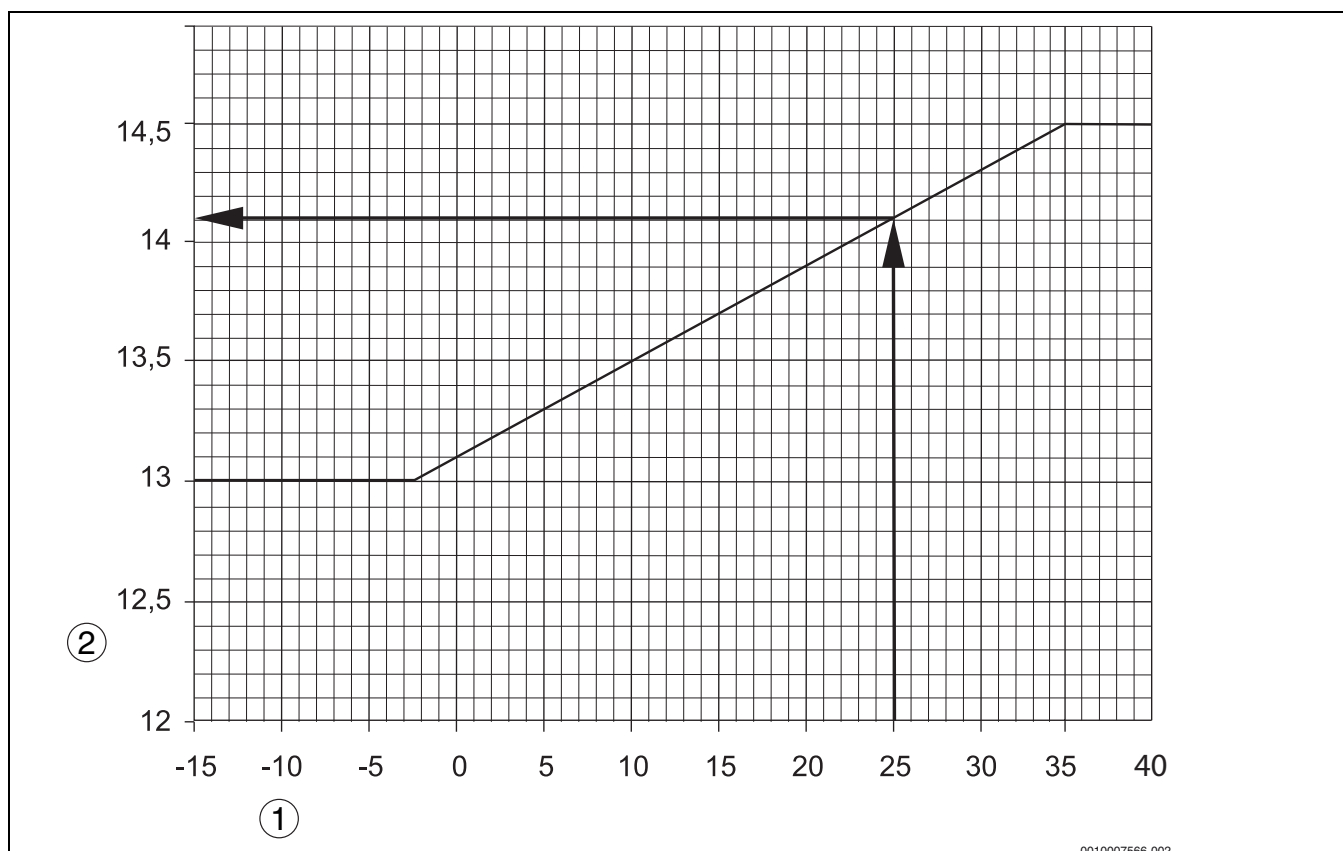
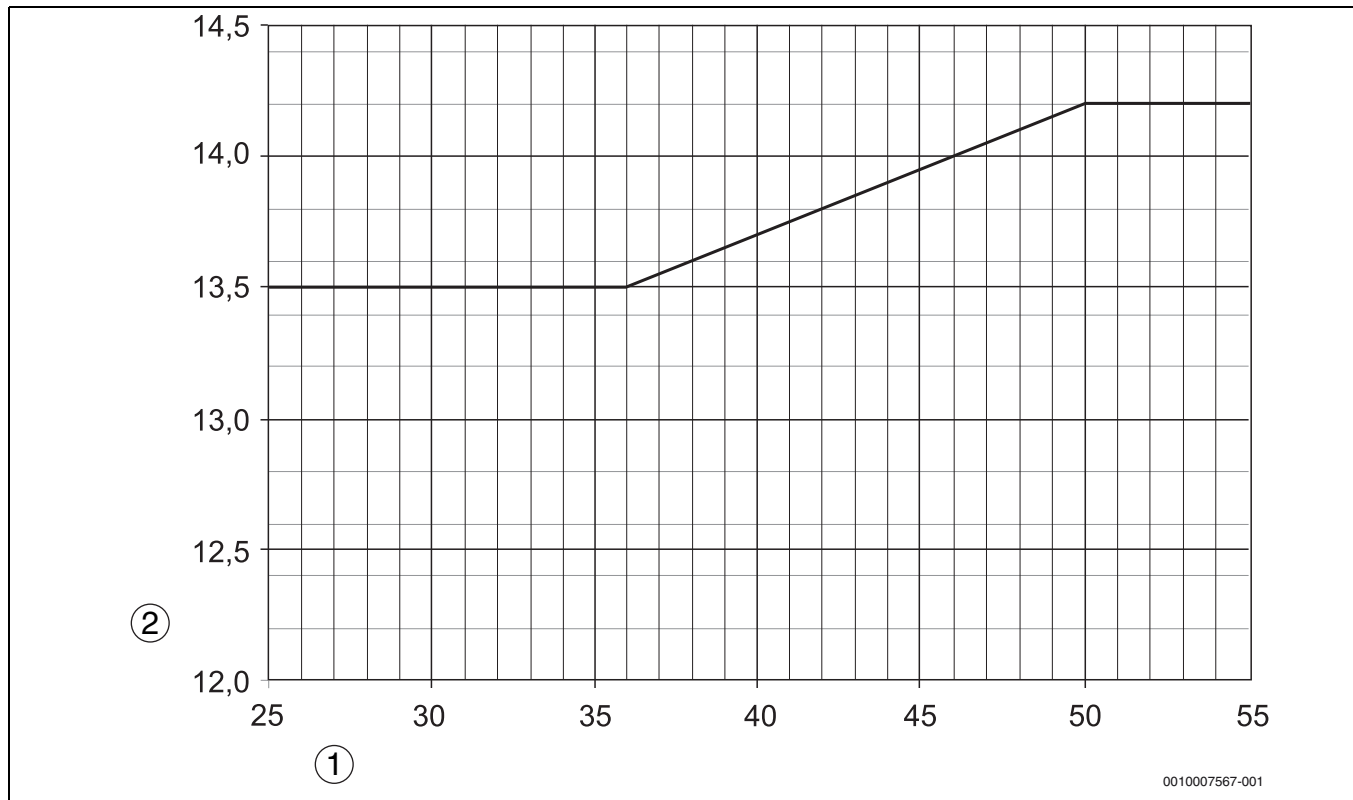

Bild 24 CO_2 -Einstellung bei Zuluft über Außenwandanschluss (Betrieb mit Ansaugschlauch)
Bild 25 CO₂-Einstellung bei Zuluft über konzentrische Zuluft- und Abgasführung (Betrieb mit Ansaugschlauch)
- ▶ Wenn sich der CO_2 -Gehalt nicht alleine durch eine Anpassung der Ansaugluftführung einstellen lässt (statischer Gebläsedruck außerhalb des Einstellbereiches) oder nach einem Düsenwechsel: CO_2 -Gehalt nach Tab. 6 "Einstellwerte und Düsenbestückung" an der Druckregulierschraube der Ölpumpe gemäß Bild 24 oder Bild 25 nachregulieren, je nachdem, ob die Zuluft direkt über die Außenwand oder über ein konzentrisches Rohr angesaugt wird.